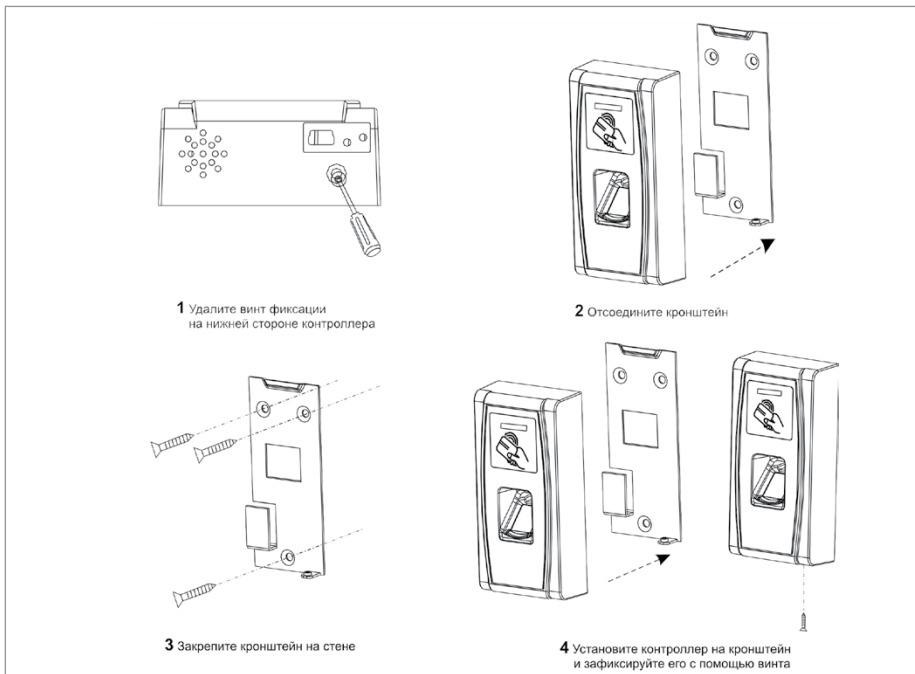

Рисунок 9. Последовательность монтажа контроллера «С2000-BIOAccess-MA300»
4. Удалите винт фиксации в нижней части контроллера и отсоедините кронштейн, аккуратно потянув кронштейн на себя и вверх (см. Рисунок 9, пп.1 и 2).
6. Закрепите шурупами кронштейн на стене, подложив под него резиновую прокладку, с помощью шурупов, входящих в комплект поставки (см. Рисунок 9, п.3).
7. Навесьте контроллер на кронштейн и закрепите контроллер на кронштейне при помощи винта фиксации и отвертки «звездочка» (см. Рисунок 9, п.4). **ВНИМАНИЕ!** Для закрепления контроллера на кронштейне используется винт под отвертку T10 «звездочка», что является одним из способов защиты от несанкционированного доступа. Во избежание возможности несанкционированного доступа рекомендуется использовать винт из комплекта поставки.